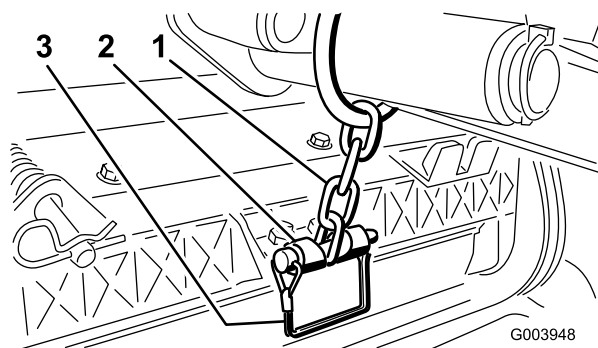

Figure 19
14. Fixez la chaîne du bras de levage au support de la chaîne avec la goupille à fermoir (Figure 19).